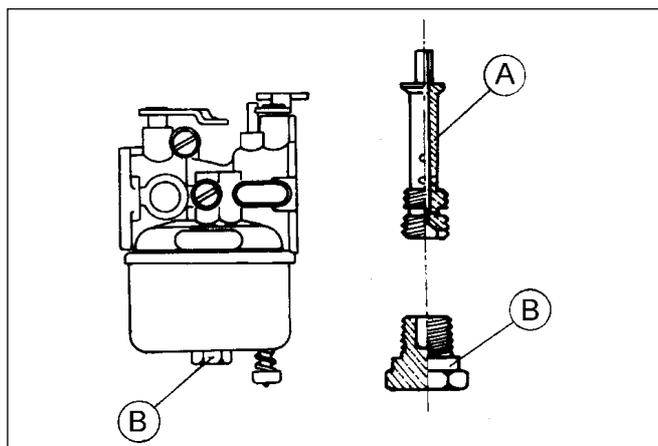
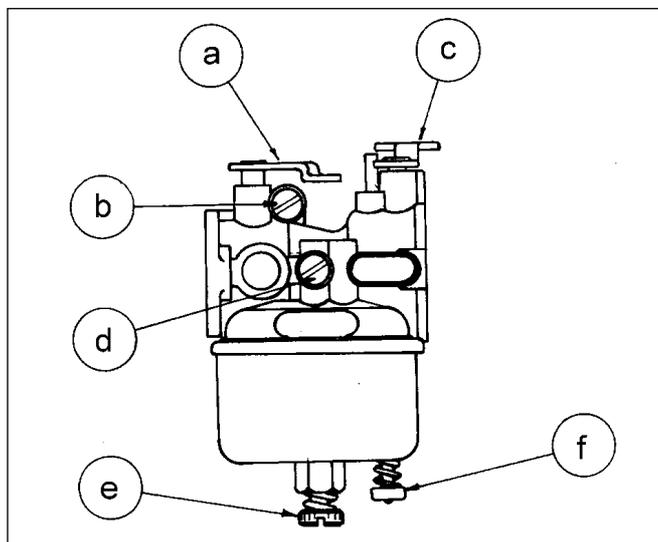

Abb. 13
Abb. 14
Schwimmervergaser verfügen entweder über eine feste (Abb. 13) oder eine einstellbare (Abb. 14) Düse.
#### a) EINSTELLEN DES VERGASERS (EINSTELLBARE DÜSE) (Abb. 14)
- Bauen Sie die Kraftstoffleitung ab. Leeren Sie die Kraftstoffkammer durch Betätigen des Druckknopfes (f - Abb. 14).